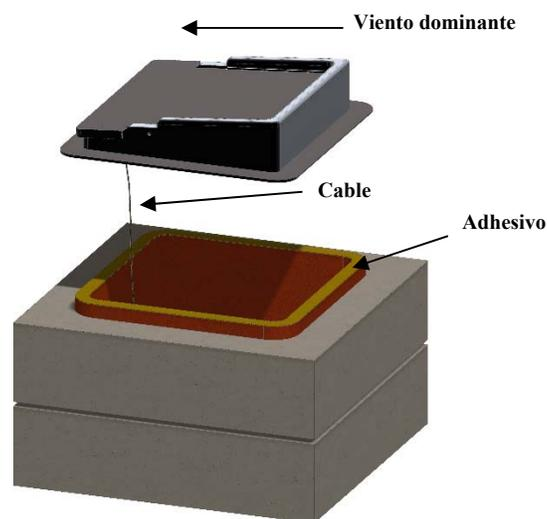

Figura 28. Instalación de la compuerta de montaje superior
A. Si instala un regulador de tiro con este modelo de chimenea Stone Age, utilice un regulador de tiro de montaje superior y siga las instrucciones incluidas con el regulador. Oriente correctamente el lado más alto de la compuerta con los vientos predominantes en su zona. Consulte la figura 28.